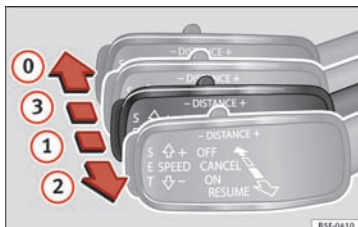

Fig. 197 På venstre side af ratstammen: tredje betjeningsarm til betjening af automatisk afstandsregulering
Du kan genaktivere ACC ved at flytte betjeningsarmen til position ② » Fig. 197.